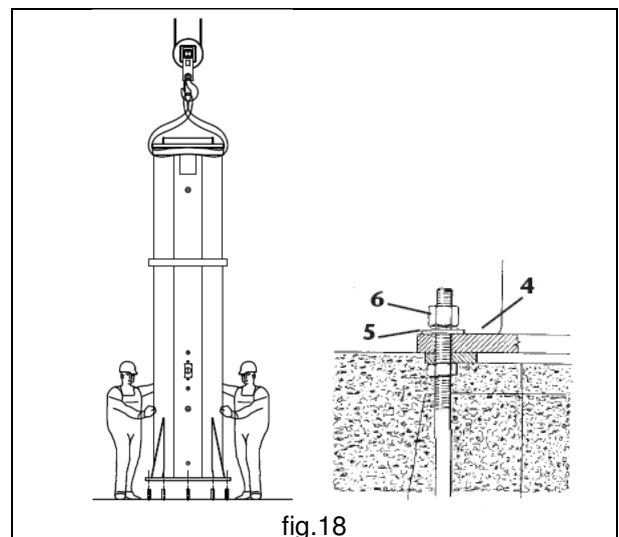

fig.18
3. Erigere la colonna sollevandola utilizzando mezzi di sollevamento idonei allo scopo, ovvero gru a ponte o gru mobile e relative imbracature di portata e caratteristiche adeguate alla massa da movimentare. (fig.18)
4. Montare la colonna sulla cornice di fondazione facendo combaciare ed infilando i fori della piastra di base **4** sulla porzione filettata dei tirafondi sporgenti dal plinto, fissandola successivamente con i dadi **6** previa interposizione delle relative rondelle piane **5**. (fig.18)